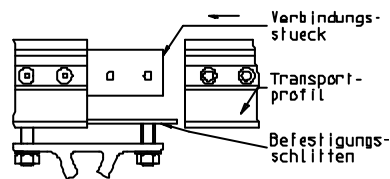

Bild 5.2
- alle Transportprofilsegmente an den Stützfüßen verschrauben und die Transportprofilsegmente miteinander koppeln (Bild 5.2)